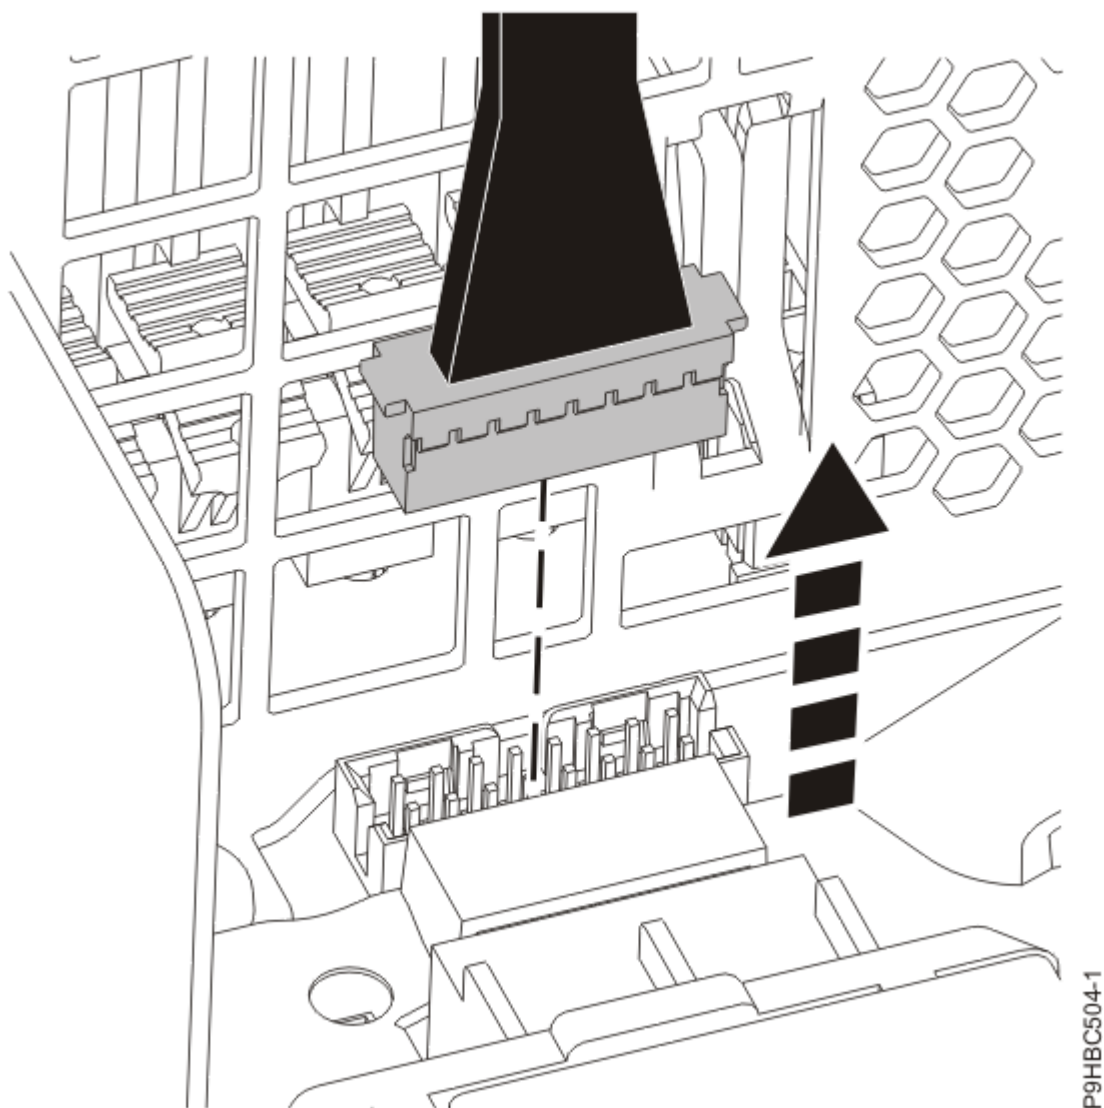
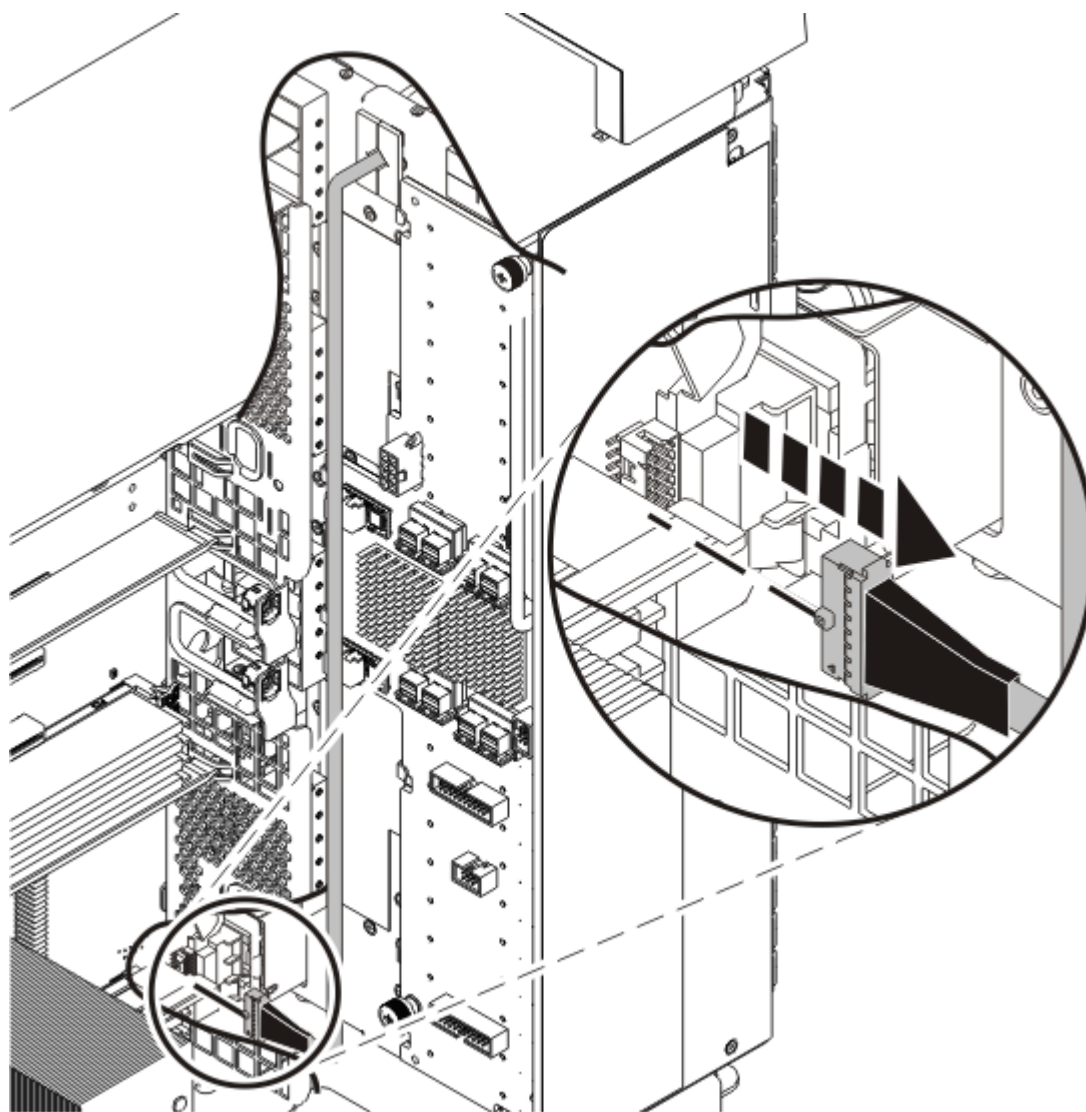

Figure 62. Déconnexion du câble du panneau de commande du fond de panier système pour un système monté en armoire
Figure 63. Déconnexion du câble du panneau de commande du fond de panier système pour un système autonome
3. Déconnectez le câble du panneau de commande du fond de panier système, comme illustré à la Figure 62, à la page 67 ou la Figure 63, à la page 68.